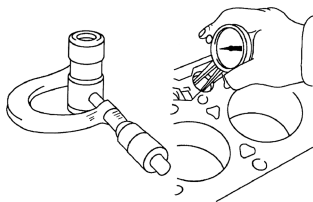

图 1-122 气门挺
④ 挺柱直径的磨损量可用外径千分尺测定, 圆柱度及弯曲度偏差不应超过 0.01mm , 径向圆跳动量不应超过 0.05mm 。气门挺柱孔内径可用分球式内径百分表检测, 如图 1-122 所示。